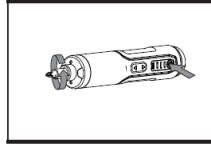

Fig.C1
1. VORWÄRTS-/RÜCKWÄRTSBETRIEB (SIEHE ABB. C1, C2)
Drücken Sie auf eine der beiden Seiten der Vorwärts-/Rückwärts-Taste, um den Schraubendreher zu starten. Lassen Sie die Taste vollständig los, um den Schraubendreher anzuhalten. Vorwärtsdrehung (im Uhrzeigersinn): Drücken Sie den Vorwärtsschalter, um Schrauben einzudrehen (Abb. C1).